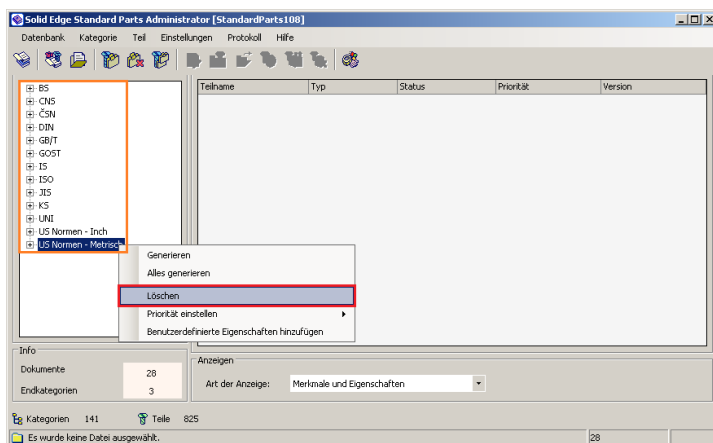

Abbildung 17
- 5.2. Öffnen Sie nun unter *Start -> Alle Programme -> Solid Edge STx -> Standard Parts* den Administrator. Bereinigen Sie die Datenbank in dem Sie alle hier aufgeführten Normen löschen. (Abb. 17)